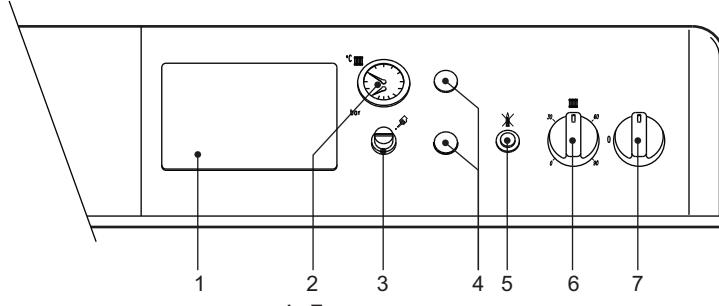

рис. 1 - Панель управления
- Переведите выключатель котла "7" в положение 1 (рис. 1).
Повернув рукоятку 6 на рис. 1 по часовой стрелке, температура воды в системе отопления повышается и наоборот. Температуру воды в системе отопления можно регулировать в пределах от 30° до 90°. Однако не рекомендуется эксплуатировать котел при температуре ниже 45°.
Задайте с помощью термостата температуру воздуха в помещении нужную температуру внутри помещения. При поступлении команды от комнатного термостата котел включается, обеспечивая нагревание воды в системе отопления до температуры, заданной регулирующим термостатом 6 di рис. 1. При достижении в помещении желаемой температуры котел выключается.